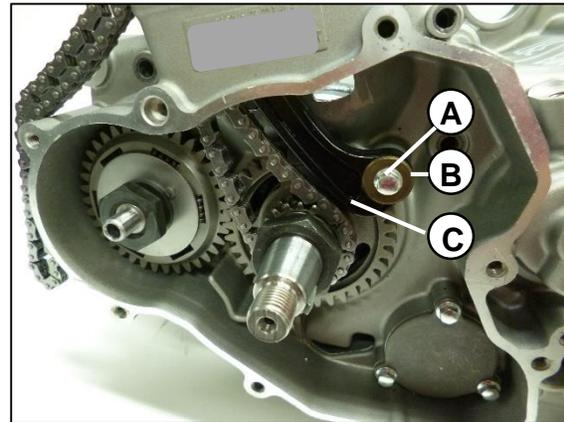

Fig. 29
Remueva el tornillo (A), el buje (B) y por último la guía de cadenilla (C), hacer un chequeo visual por la banda de rodaje de cadenilla, que no hallan grietas ni falte material deslizante de la guía. **Fig. 29**